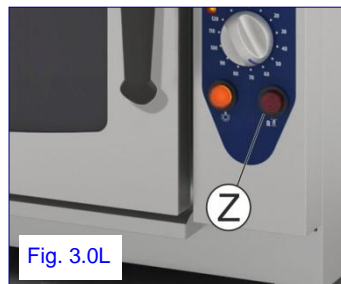

Fig. 3.0L
**3.0L Valvola sicurezza gas:** la valvola è corredata di un dispositivo elettronico di controllo che interrompe l'effluo del gas entro 10" in caso di mancata accensione dei bruciatori. L'operazione di accensione dei bruciatori potrà essere ripetuta previo il ripristino manuale del dispositivo elettronico da eseguire tramite il pulsante (Z) posizionato nel cruscotto. (Fig. 3.0L)